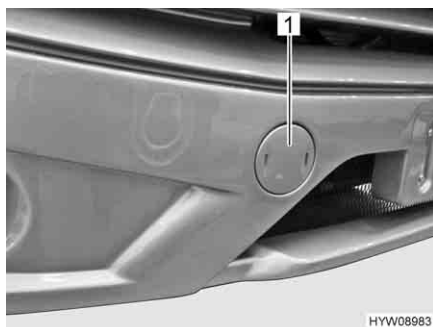

Fig. 33 Copertura (alloggiamento dell'occhione di traino)
- Rimuovere la copertura (Fig. 33,1).